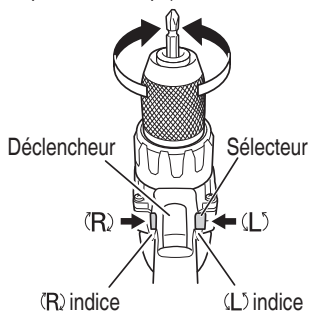

Fig. 13
4. Vérifiez la direction de rotation. La mèche tourne dans le sens horaire (vu de l'arrière) quand on appuie sur côté-R du sélecteur. En appuyant sur le côté-L du sélecteur la mèche tourne dans le sens anti-horaire (Voir Fig. 13). (Les repères (L) et (R) sont marqués sur le corps).